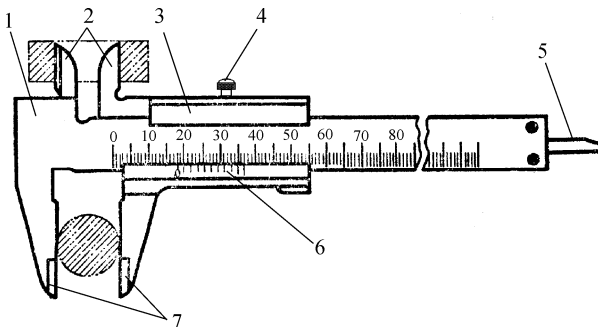

图 1-1-3 游标卡尺的结构形式之一
(1) 测量范围为 0~125 mm 的游标卡尺,制成带有刀口形的上下量爪和带有深度尺的形式,如图 1-1-3 所示。